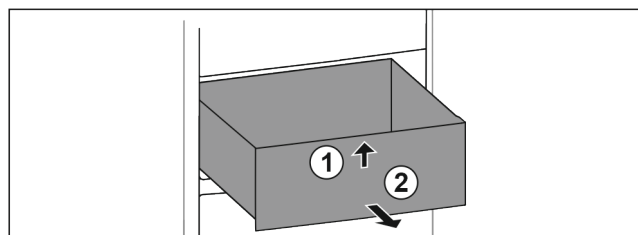

Fig. 17
- ▶ Vpředu nadzvedněte Fig. 17 (1).
- ▶ Odeberte směrem dopředu Fig. 17 (2).